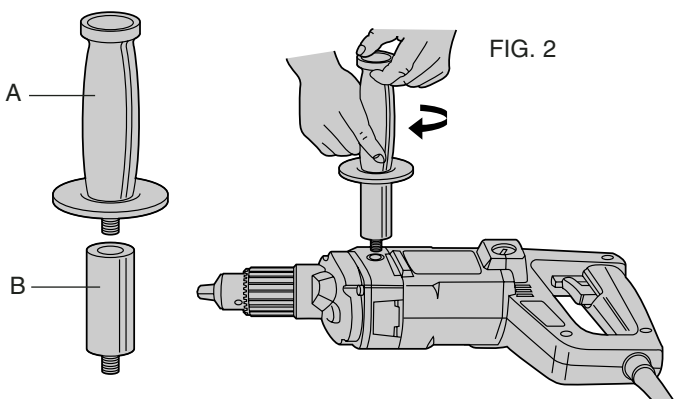

FIG. 2
Side Handles Fig. 2
- Desserrer la vis de serrage avant sur le collier du mandrin à angle droit (Figure 2) en utilisant la clé haxagonale*